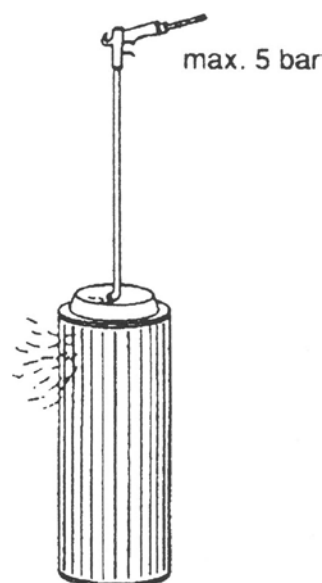

Figure 3 : Nettoyage de l'élément principal
- Pour nettoyer l'ensemble, emboîter un tube sur le pistolet à air comprimé dont l'extrémité est coudée d'environ 90°. Le tuyau doit être assez long pour atteindre le fond de l'élément principal. L'élément principal est à nettoyer en soufflant avec soin de l'air comprimé sec (maximum 5 bar) de l'intérieur vers l'extérieur par un mouvement du tuyau de haut en bas jusqu'à ce qu'il n'y ait plus de poussière qui se développe (voir fig. 3).